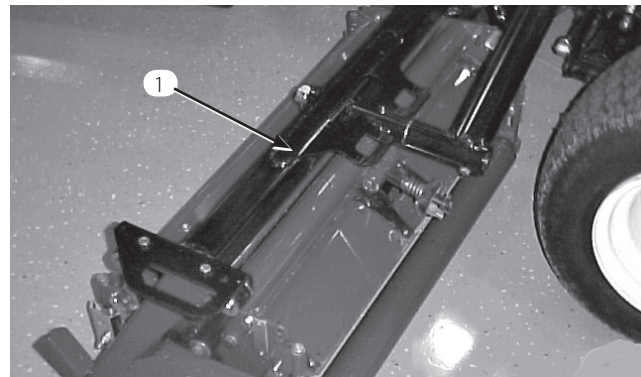
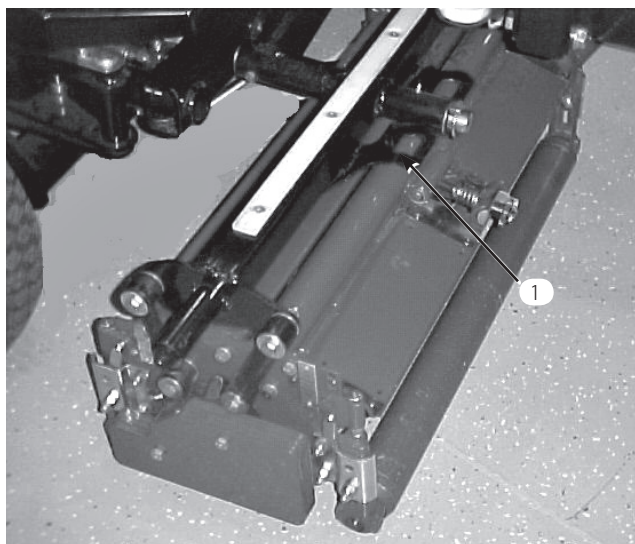
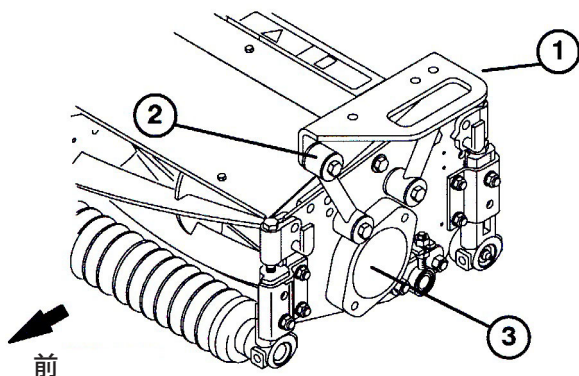

図 12
図 13
図 14
注：昇降アームを一番上まで上昇させた状態で、図14のように、各ホースと昇降アームとの距離が 1.0~3.0 mm が必要です。
2. 前のキャリア・フレーム (図12) を、各カッティングユニットに合わせる。図14のように、取り付け穴に取り付けリンクを整列させる。
3. 後ろのキャリア・フレーム (図13) を、後ろのカッティングユニットに合わせ、図14のように、取り付け穴に取り付けリンクを整列させる。
4. キャップスクリュ (3/8-16 x 2-1/4 in)、平ワッシャ 2枚、ロックナットを使い、図14 のように各取り付けリンクをキャリア・フレームに取り付ける。取り付け時にリンクの各側にワッシャを入れる。4.3 kg.m にトルク締めする。
3. 残りのカッティングユニットからは、ベアリング・ハウジングに入っている出荷用のプラグ (栓) を取り出す (図14)。